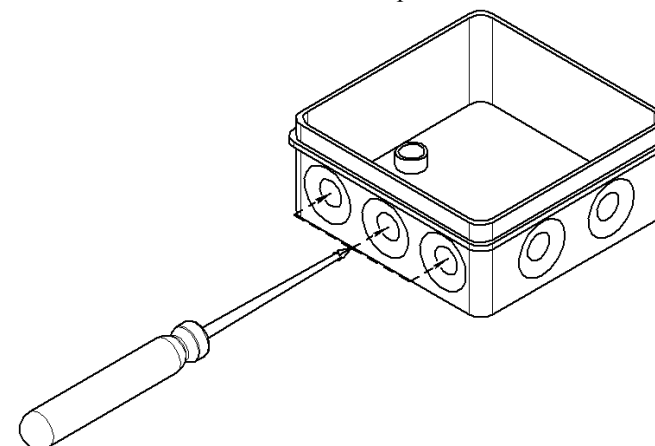

Рис. 3
- 2) Проколоть одно из свободных отверстий в коммутационной коробке, которые выходят на ее боковую часть (Рис. 3). Диаметр отверстия должен быть меньше диаметра сетевого кабеля, чтобы сохранить степень защиты светильника IP65.